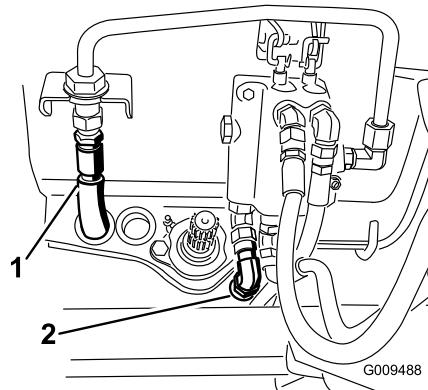

図 76
- 制御バルブの金属チューブからタンクホースを外す図76。
- 制御バルブから圧力側ホースを外す図76。